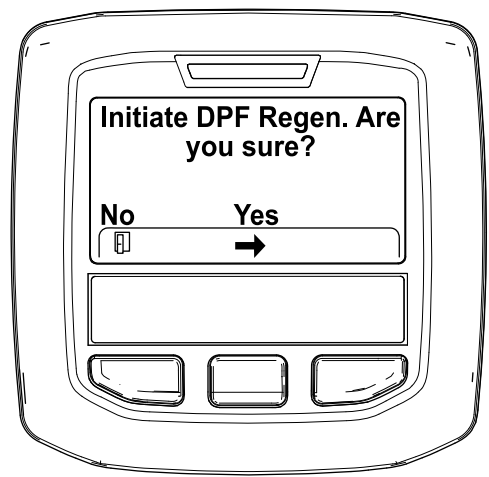

Figura 39
- Cuando aparezca el mensaje "Initiate DPF Regen. Are you sure?" (Iniciar regeneración de DPF, ¿está seguro), pulse el botón central (Figura 39).